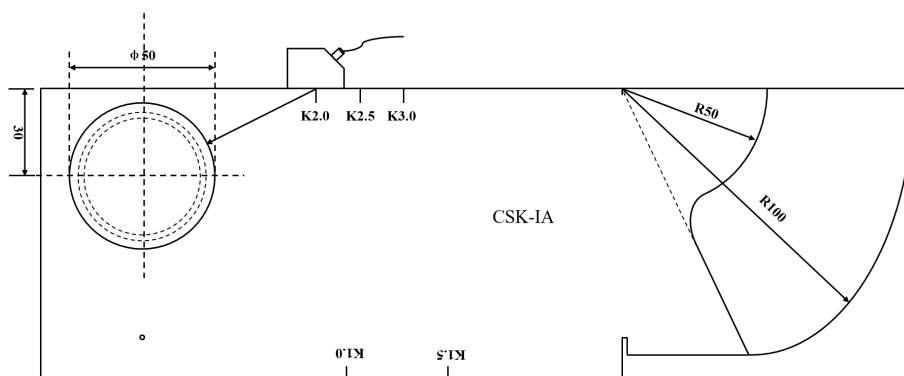

图 4.3 斜探头 K 值校准时探头放置区域
①首先根据第 4.1.2.1 节内容，完成斜探头声速和零偏值的校准。
①在完成斜探头校准的第⑦步后（详见第 4.1.2.1 节），不退出自动调校功能，功能状态栏直接点击【探头 K 值】，仪器弹出 K 值校准参数设置窗口；
②用户根据 CSK-IA 试块参数，输入孔径值（50mm）、孔深值（30mm），点击【取消】，则退出 K 值校准；点击【开始校准】，则进入 K 值自动校准状态；
③将斜探头移动至 CSK-IA 试块的上表面的 K 值校准区域，如图 4.3 所示；
④微调斜探头，直到找到 $\phi 50$ 孔径的最高回波位置并保持不动，此时功能状态栏中的 K 值会根据探头位置实时更新；